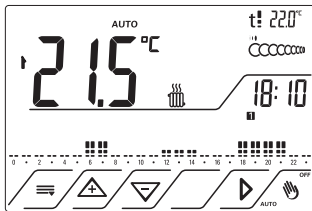

Fig.9
3.1 Dalla posizione di Stand- by, fig.2, premere il tasto . Fig.9
4.2.1 Attivare il display premendo il tasto  . Fig.9